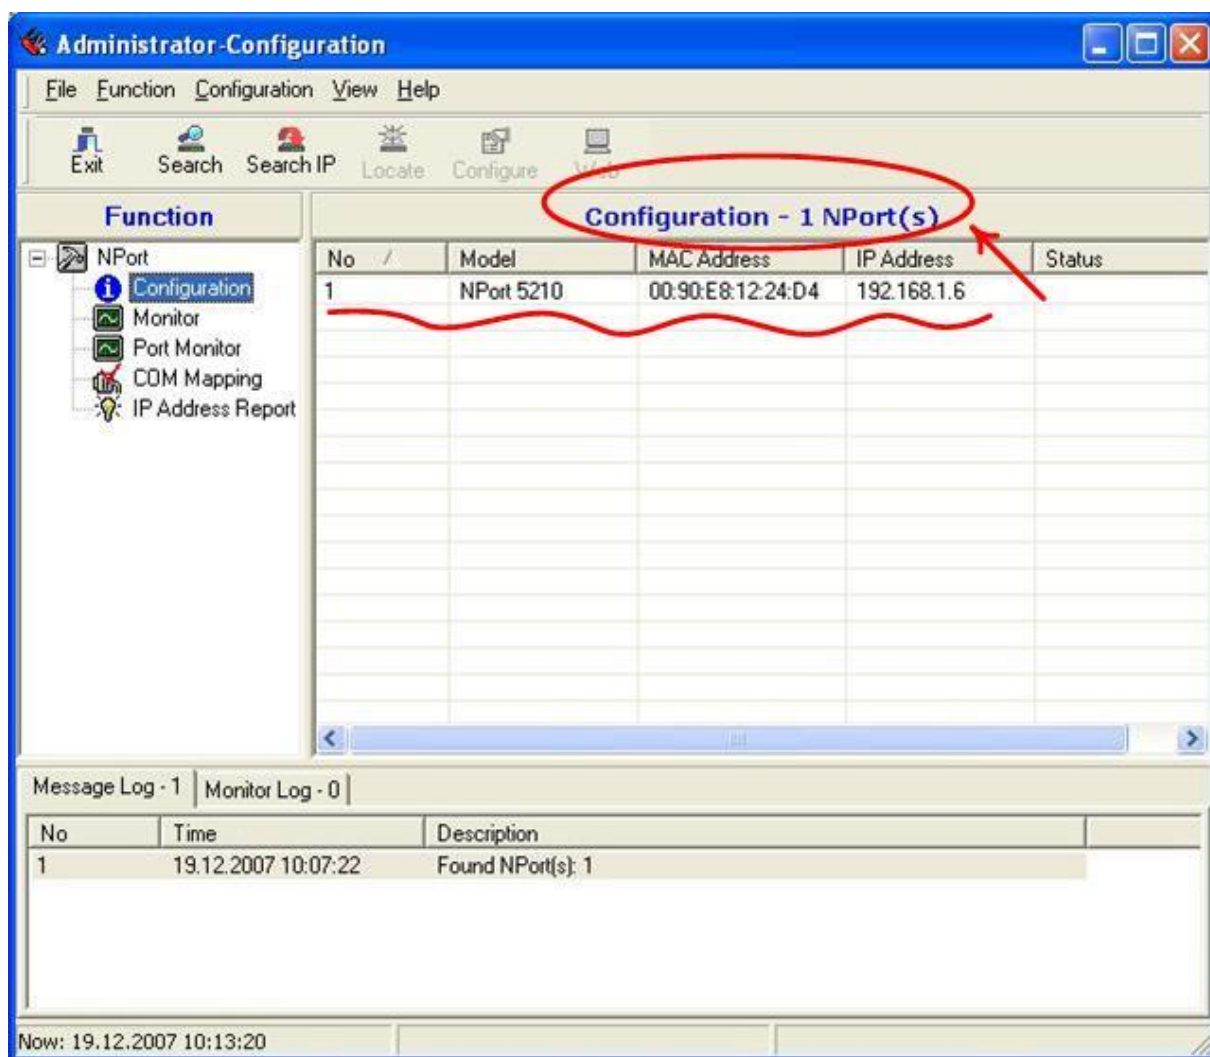

рис.5 В локальной сети найден один модуль «Аларм-Ethernet»
3.2.6 Нажать кнопку «Search», на экране появиться окно «Searshing», если устройство найдено в локальной сети, то через 4 секунды оно отобразится в строке раздела «Configuration» основного окна программы программы (рис.5). Программа отображает все модули «Аларм-Ethernet» которые в настоящий момент подключены к локальной сети.